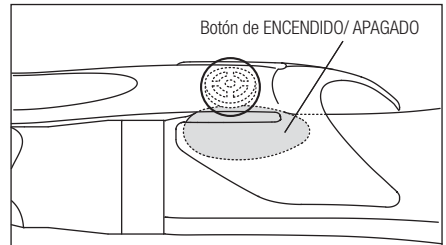

Fig. 7
- 2) Ajuste la ubicación del montaje de manera que la porción convexa situada bajo la palanca (ver círculo de la Fig. 7) entre en contacto con la protusión del botón de ENCENDIDO/ APAGADO.